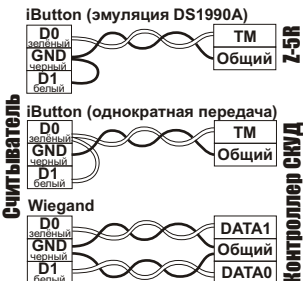

Рис.3 Выбор протокола передачи
- подсоедините провода к считывателю в соответствии с рис.2 и рис.3. При подключении питания загорается красный светодиод;
При внесении в поле действия считывателя брелка происходит чтение идентификационного номера брелка. Далее считанный идентификационный номер передается в контроллер по протоколу iButton (Dallas Touch Memory) или Wiegand-26 (заводские настройки) в зависимости от выбора протокола передачи (см. рис.3). Замыкание жёлтого провода на землю (GND) позволяет управлять красным светодиодом считывателя.